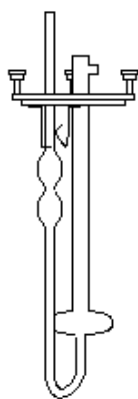

图 5
(7) 安装粘度计: 将装有试样的粘度计浸入事先准备妥当的恒温水浴中, 并用夹子将粘度计固定在支架上, 在固定位置时, 必须把毛细管粘度计的扩张部分 2 浸入一半 (图 5)。观察粘度计, 使之处于垂直状态。